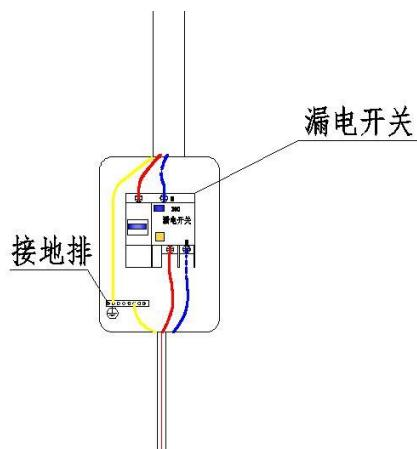

图 20
(5) 在取电处装好配电箱和漏电开关与接地排，按下图 20 将线接好。